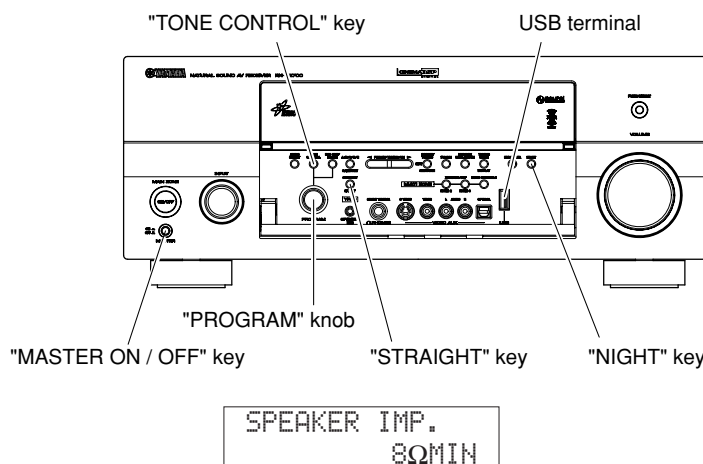

Fig. 1
4. Press the "MASTER ON/OFF" key of the main unit while simultaneously pressing the "STRAIGHT" key of the main unit. Then the ADVANCED SETUP mode is activated. (Fig. 1)
4. 本機の"STRAIGHT"キーを押しながら、"MASTER ON/OFF"キーを押し、アドバンスドセットアップを起動します。(Fig. 1)
5. Keep pressing the "NIGHT" key of the main unit for about 3 seconds. (Fig. 1)
5. 本機の"NIGHT"キーを約3秒間押し続けます。(Fig. 1)
| <p>6. Turn the “PROGRAM” knob to select USB.</p> <p>7. Press the “NIGHT” key of the main unit. (Fig. 1)
Writing of the firmware is set in the wait mode.</p> <p>8. Insert the USB flash memory to the USB terminal of the main unit. (Fig. 1)
* It takes about 10 seconds before writing is started.</p> | <p>6. “PROGRAM”ツマミを回して、USBを選択します。</p> <p>7. 本機の“NIGHT”キーを押します。(Fig. 1)
ファームウェアの書き込み待機中になります。</p> <p>8. 本機のUSB端子にUSBフラッシュメモリーを差し込みます。(Fig. 1)